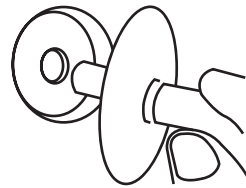

Рис. 4.
6. Зафиксируйте при помощи Г-образного болта (рис. 4).